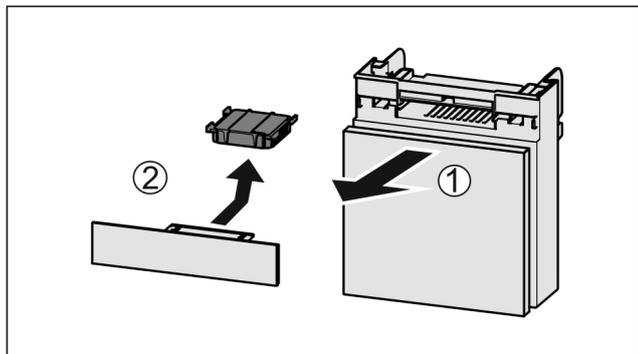

Fig. 151
- ▶ Extraiga Fig. 151 (1) el compartimento hacia adelante.
- ▶ Retire Fig. 151 (2) el filtro de carbón activado.